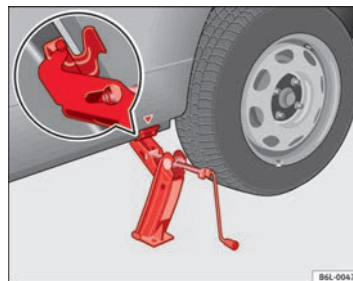

Fig. 136 Mise en place du cric
- Positionnez le cric de sorte que son crochet entoure la nervure du bas de caisse et que la base mobile soit appuyée bien à plat sur le sol ⇒ fig. 136.